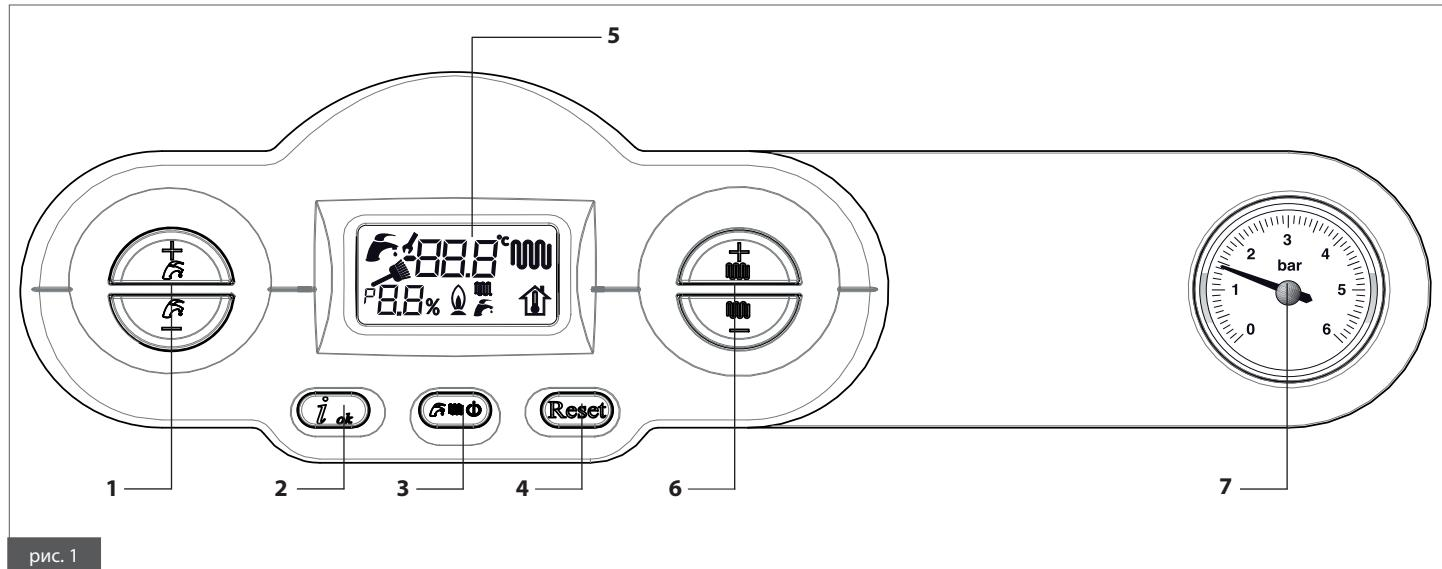
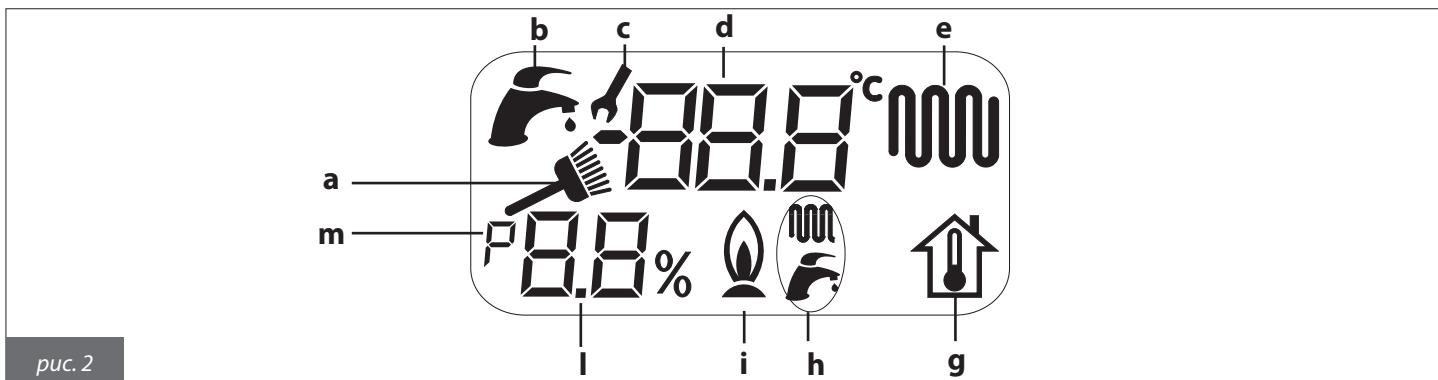

рис. 1
рис. 2
На ЖК-дисплее отображается состояние котла и сведения о его работе (рис. 2).
Индикатор горит и мигает во время активности функции «трубочист» (одновременно нажать кнопки «данные» [«info»] (2, рис. 1) и «перезапуск» [«reset»] (4, рис. 1)). При этом демонстрируется температура подачи котла (I, рис. 2) и величина напряжения, поданного на модулятор газового клапана (d, рис. 2).
Мигает в процессе регуляции/выбора температуры ГВС с помощью кнопок 1 (рис. 1).
Мигает в процессе регуляции температуры контура отопления с помощью кнопок 6 (рис. 1).
Горит если подключен датчик температуры наружного воздуха, мигает во время установки фиктивной комнатной температуры с помощью кнопок 6 (рис. 1).
- Выбрать режим работы котла с помощью кнопки **3** (рис. 1): OFF/ЛЕТО/ЗИМА/ТОЛЬКО ОТОПЛЕНИЕ;
- Задать желаемую температуру теплоносителя в контуре отопления с помощью кнопок **6** (рис. 1);
- Задать температуру ГВС с помощью кнопок **1** (рис. 1);
Когда температура теплоносителя в контуре отопления ниже заданной, загорается символ контура отопления  (e, рис. 2).
Когда появляется пламя, загорается символ  (i, рис. 2).
Во время выбора температуры на экране мигает символ контура отопления (e, рис. 2) и демонстрируется показатель температуры воды, изменяемый в данный момент.
Когда температура теплоносителя в контуре отопления ниже заданной, на экране появляется немигающий символ контура отопления (e, рис. 2), и отображается температура воды в подающей магистрали контура отопления.
Когда появится пламя, загорается символ включенной горелки (i, рис. 2).
Во время выбора температуры на экране мигает символ контура ГВС (b, рис. 2) и демонстрируется показатель температуры ГВС, изменяемый в данный момент.